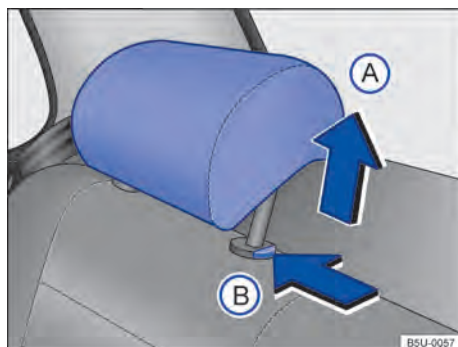

Fig. 58 Apoio para cabeça traseiros: ajustar.
- Empurrar o apoio para cabeça para cima na direção da seta → Fig. 58 (A) ou com a tecla → Fig. 58 (B) pressionada, empurrar para baixo → ▲ em *Introdução ao tema* na página 70.